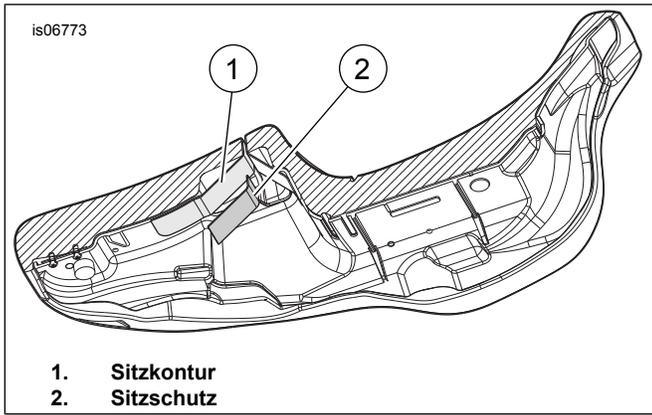

Abbildung 4. Unterseite des Sitzes
- Siehe Abbildung 4. Die Form der Oberfläche, die der Sitzschutz (2) abdecken wird, beachten und sanft den Schutz so formen, dass er sich an die Sitzkonturen (1) anpasst.